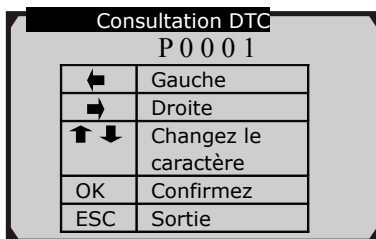

Figure 3.2
- 2) De l'écran **Consultation DTC**, utilisez le bouton **GAUCHE/DROIT** pour passer au caractère souhaité, utilisez les touches **HAUT/BAS** pour changer la chiffre/caractère choisi et appuyez sur le bouton **OK** pour confirmer. (Figure 3.2)